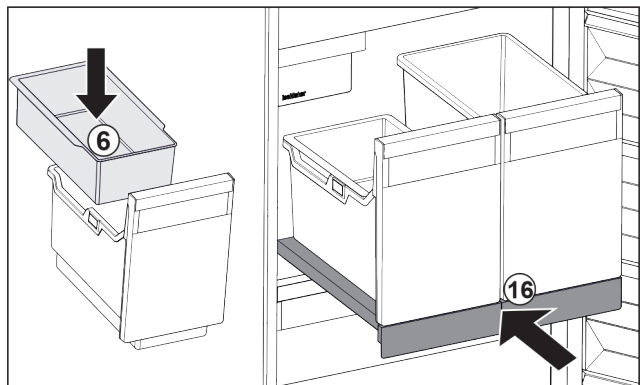

Fig. 146
- ▶ Вставити підвісний лоток Fig. 146 (6) для кубиків льоду.